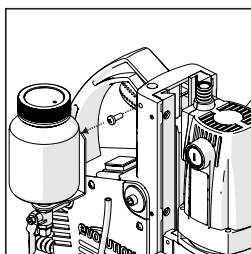

Fig. 3
- Przymocować pojemnik z płynem chłodzącym/smarem w położeniu roboczym. Należy użyć gwintowanego otworu w lewej górnej części obudowy urządzenia oraz śruby  $\varnothing 6$  (w zestawie). **(Rys. 3)**